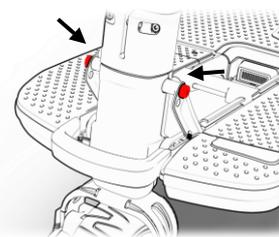

Figure 26 Vis de réglage de l'angle de la barre de direction
1. L'ATTO doit être en position ouverte pour régler l'angle de la barre. Une fois ouvert, repérez puis desserrez les deux vis hexagonales (en rouge dans la figure 26). Assurez-vous de maintenir la barre en